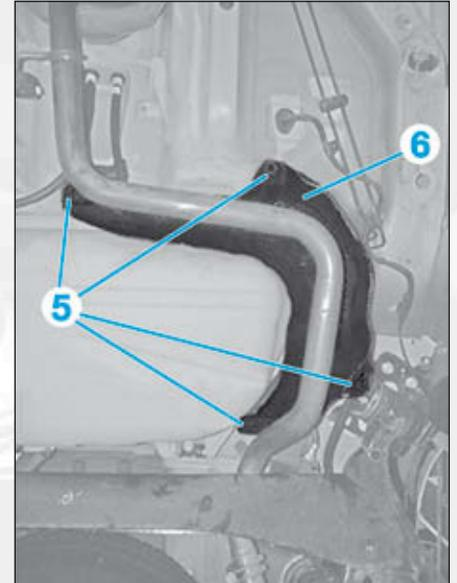

FIG.23
- les agrafes (5) (Fig.23),
- l'écran thermique (6) au dessus de l'échappement.